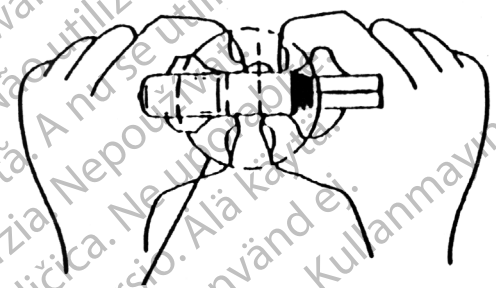

Figura 4-44. Metoda punctului de sprijin
1. Palpați pompa de control, localizați butonul de dezactivare și puneți degetul arătător deasupra lui (pe partea tuburilor). **(Figura 4-44)**